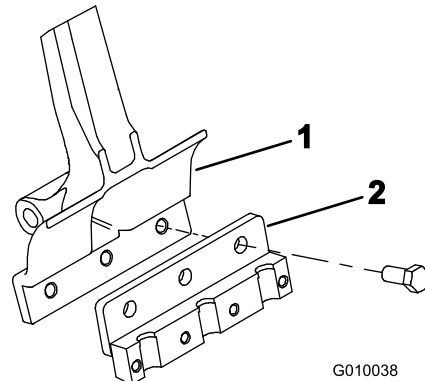

图24
- 用 3 个螺栓 $\frac{1}{2} \times 1\frac{1}{4}$ 英寸将打孔针夹头固定到各个打孔针臂图24。上紧螺栓扭矩至 101.6N·m。